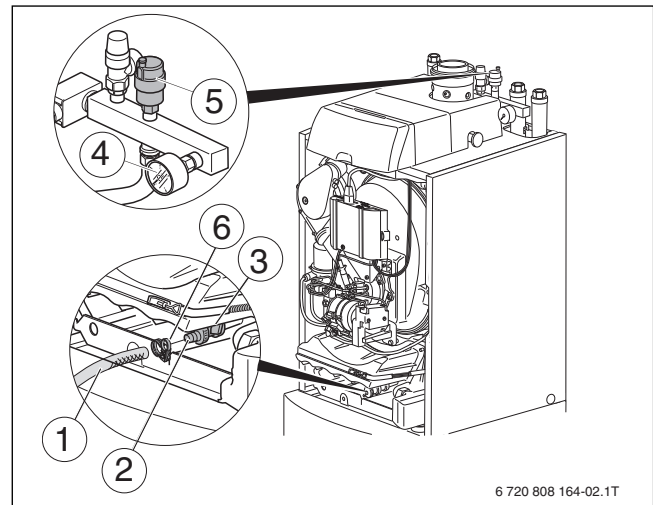

Bild 22 Heizungsanlage mit Wasser befüllen
- ▶ Damit die Luft entweichen kann, Kappe des automatischen Entlüfters (→ Bild 22, [5]) eine Umdrehung aufdrehen.
- ▶ Heizungsanlage über den bauseitigen Füllhahn (→ Bild 22, [3]) langsam befüllen. Dabei Druckanzeige des Manometers (→ Bild 22, [4]) beachten.
- ▶ Wasserzufuhr und bauseitigen Füll- und Entleerhahn (→ Bild 22, [3]) schließen.